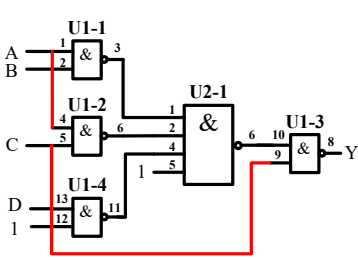

图 10 布最左侧信号线
- 4、**布信号线**：按信号流向布线，先布最左侧的线，如图 10 所示所示；再布中间的线，如图 11 所示，最后布最右侧的线，如图 12 所示